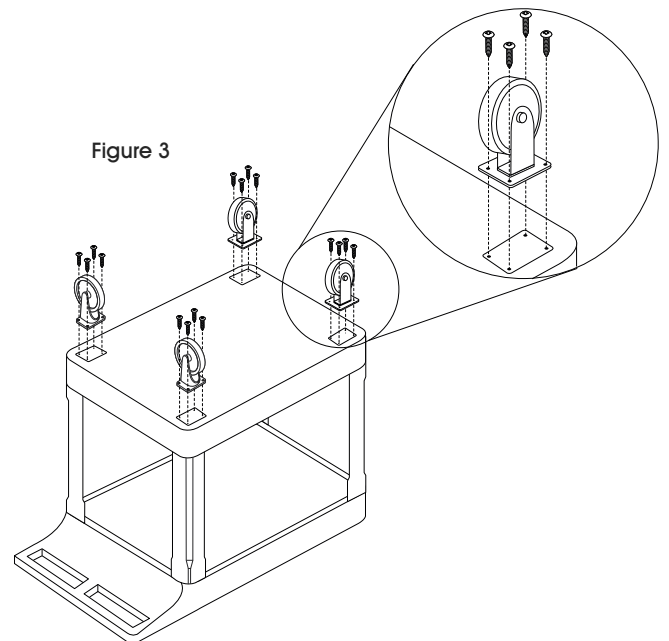

Figure 3
3. Vissez les roulettes dans le dessous de la tablette inférieure avec seize vis. (Voir Figure 3)